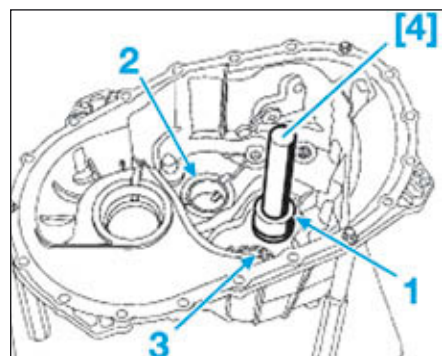

FIG.44
- les cuvettes de roulement pour l'arbre primaire et l'arbre secondaire court à l'aide de l'outil [4] en (1) et (2) (Fig.44).
- la cuvette de roulement pour l'arbre secondaire long à l'aide de l'outil [3] indice "S" (3).